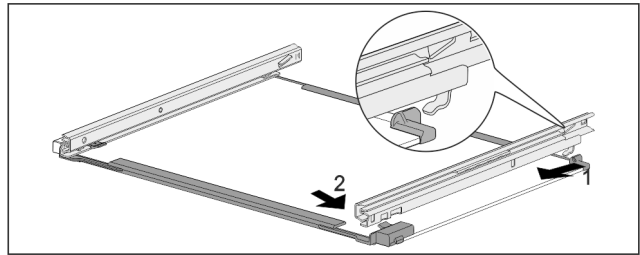

Fig. 228 Glasplatte mit Schienen
- ▶ Schiene hinten eingehaken. Fig. 228 (1)
- ▶ Schiene vorne einrasten. Fig. 228 (2)